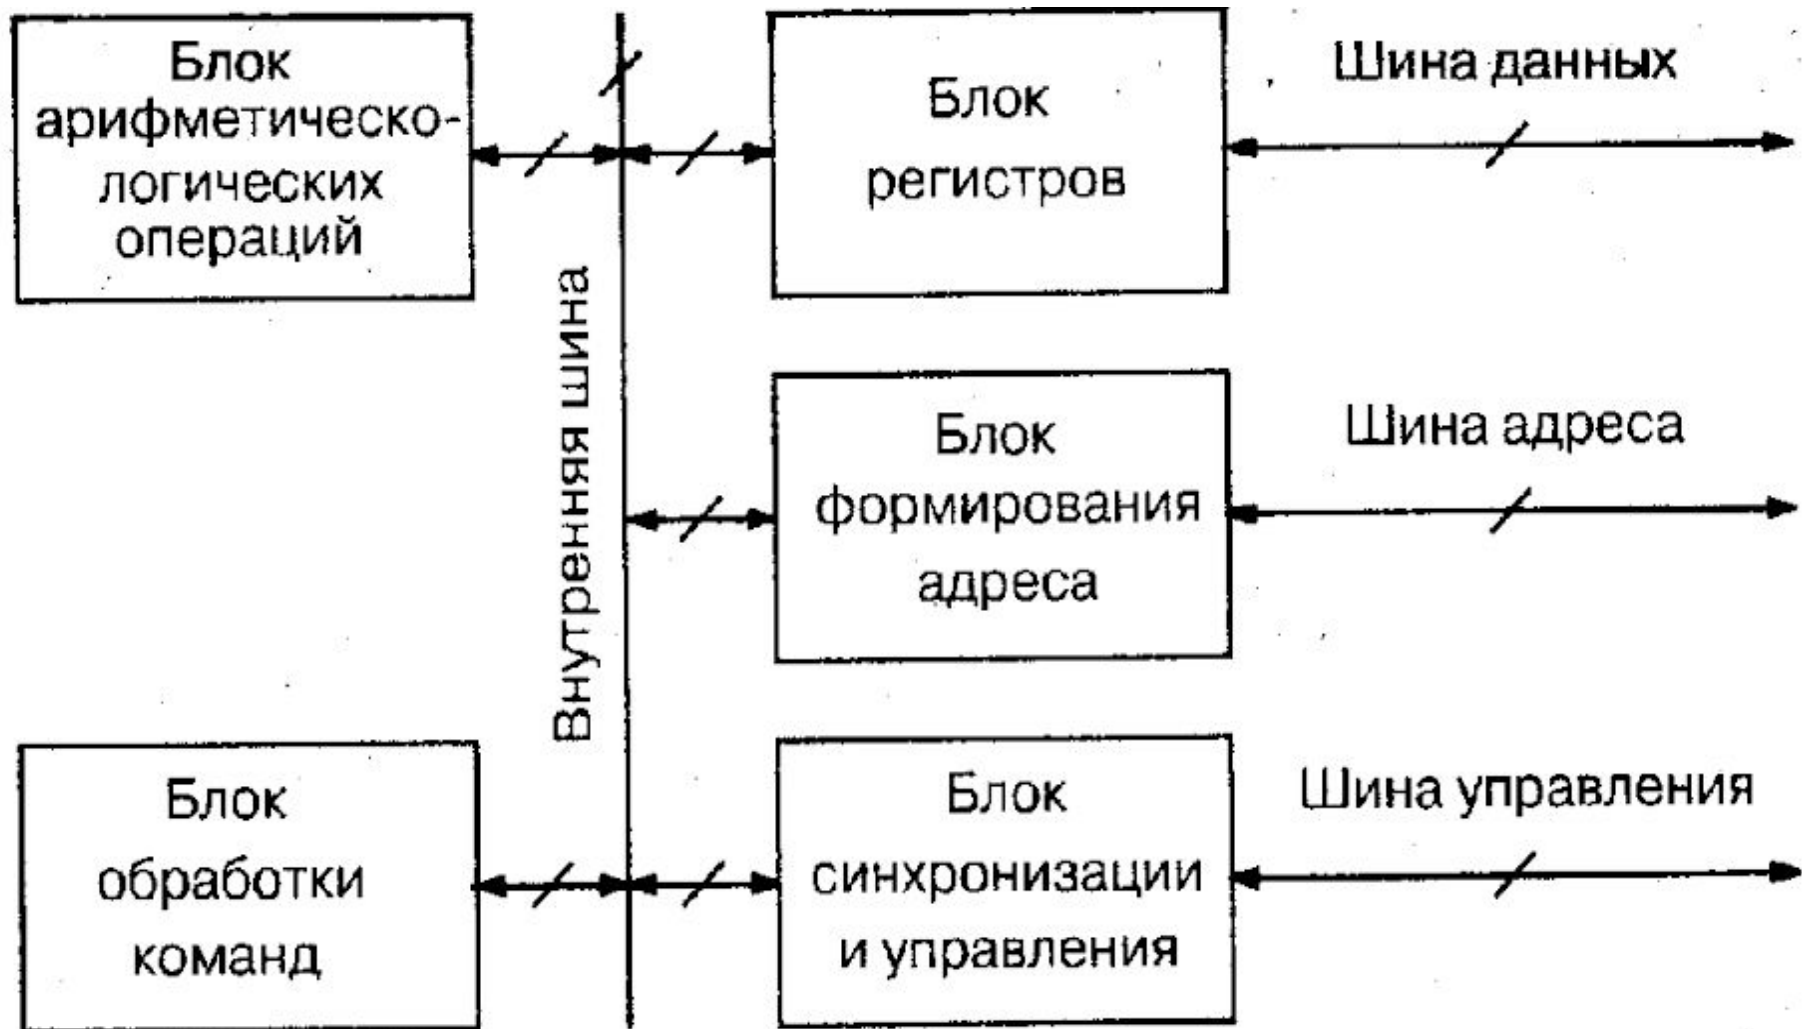

Рис. 15.5.2. Структура микропроцессора с фиксированным набором команд
- Основными блоками МП являются (рис. 15.5.2):
- В приведенной на рис. 15.5.2 схеме МП предусмотрены выводы для подключения к внешним шинам *данных, адреса и управления*. В некоторых микросхемах выводы для данных и адреса могут быть совмещены. В этом случае передача данных и адреса разделена во времени.